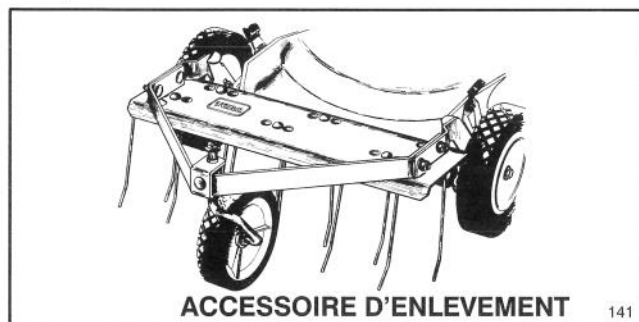

Figure 34
1. Kit de déchaumeuse, modèle N° 59131 – Se monte en quelques minutes. Se fixe à l'avant pour permettre une bonne manœuvrabilité. Les fourchons à ressort soulèvent le chaume que est alors aisément aspiré dans le sac à herbe (Fig. 34) et peut être jeté facilement.